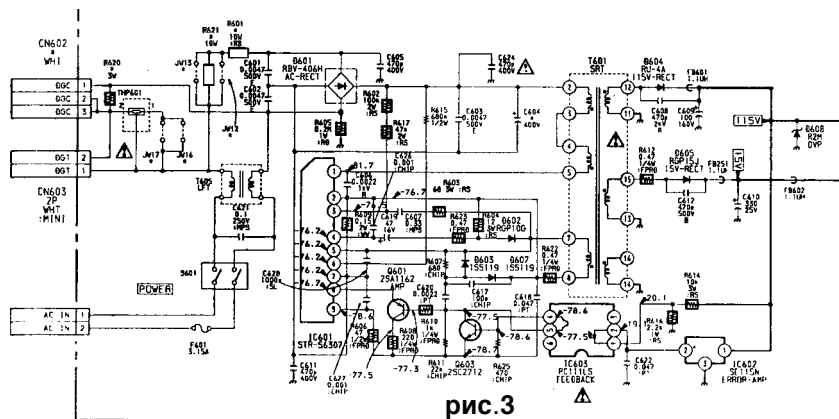

рис.3
- на ИМС, объединяющей в себе и схему управления, и силовой транзистор (типовая схема ИП телевизоров SONY приведена на **рис. 3**).
дополнительная обмотка (как в МПЗ-3), на **рис.3** для этого используется оптопара.